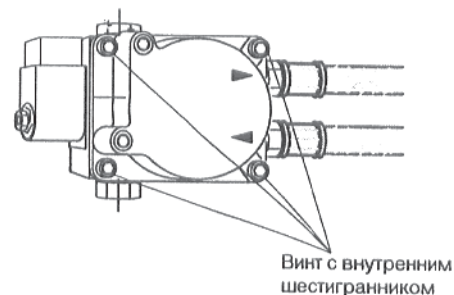

Рис.6: Насос
- Ослабить 4 винта с внутренним шестигранником на передней панели (рис.6).